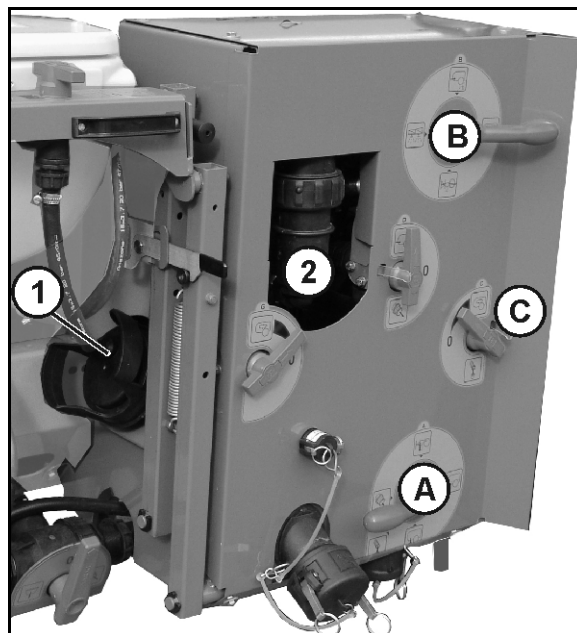
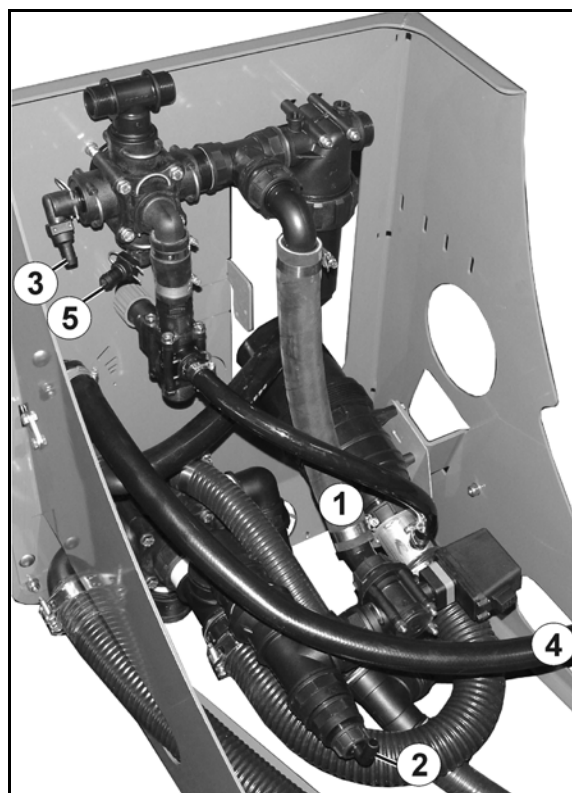

Fig. 139
Fig. 140
2. Demontați și curățați filtrul de aspirare (Fig. 139/1). În acest sens, consultați în pagina 186.
- 5.1 Goliți filtrul de presiune (Fig. 139/2) prin robinetul **C**.
- 5.2 Deșurubați furtunul mecanismului de amestecare (Fig. 140/4) începând de la robinetul **C** de pe rezervorul cu soluție de stropire.
6. Deșurubați furtunul de alimentare (Fig. 140/1) de pe supapa de reglare. Furtunul de alimentare face legătura între partea de presiune a sistemului VARIO (Fig. 139/**B**) și armătura de aspirare.
7. Înșurubați furtunul de retur (Fig. 140/2) armăturii cu lățime parțială de la partea de aspirare a sistemului VARIO (Fig. 139/**A**).
9. Îndepărtați furtunul de curățare interioară (Fig. 140/3) de pe partea de presiune a sistemului VARIO (Fig. 139/**B**).
11. Reporniți priza de putere și acționați pompa cca. ½ minut, până când pe la racordul de refulare al pompei nu mai iese lichid. (Fig. 140/5).
15. Comutați de mai multe ori, la partea de aspirare a sistemului VARIO (Fig. 139/A) și la partea de presiune a sistemului VARIO (Fig. 139/B) între toate pozițiile de comutare.